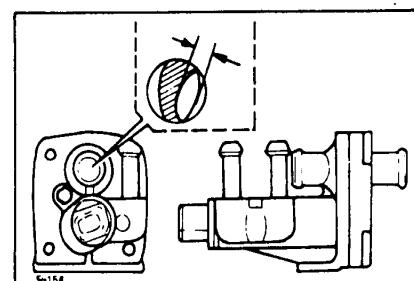

Рис. 12 Проверка демонтированного клапана подачи дополнительного воздуха
- При температуре +20°C должна быть видна щель диафрагмы клапана (рис. 12).